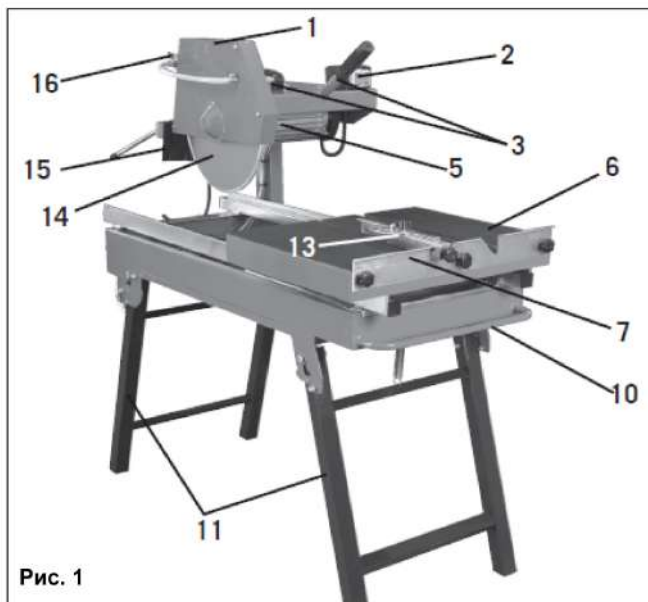

Рис. 1
7. Наполните поддон водой приблизительно на 75% его объема и откройте кран 16 (Рис. 1).